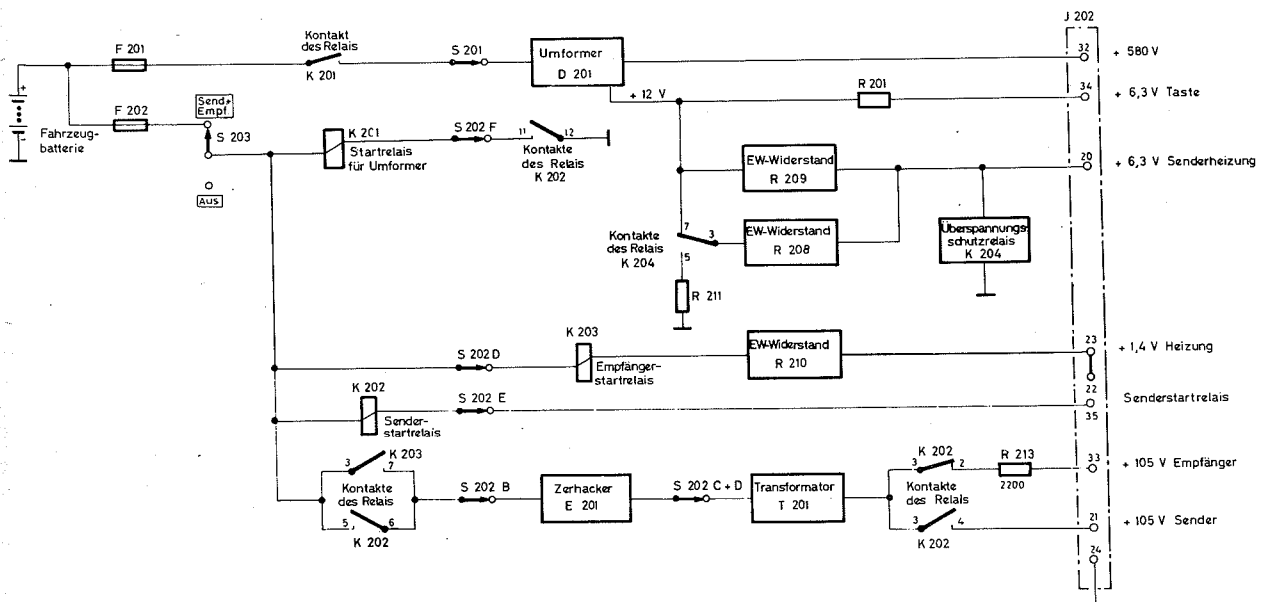

Bild 81 Stromversorgungsgerät DY-88/GRC-9, Blockschaftbild
5.4.1 Allgemeines (Bild 81)
(Bild 81 und 82).